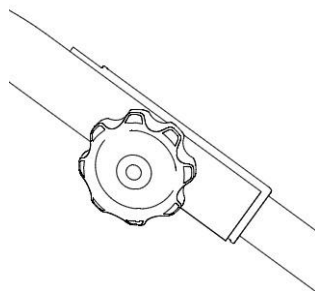

Fig. 3B
B). Serrez le bouton pour connecter le tube supérieur et inférieur. Fig. 3B